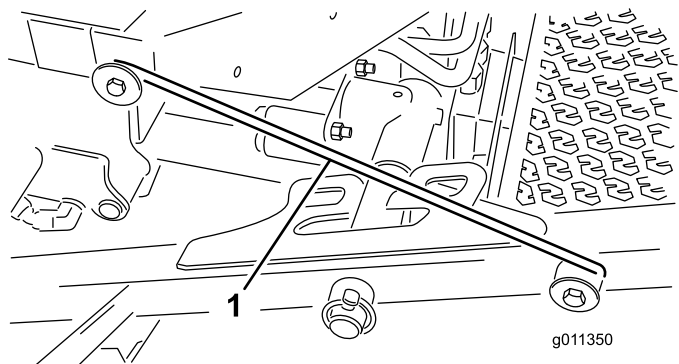

Figura 7
4. Desenganche la varilla de bloqueo (Figura 7) del enganche del bastidor de tiro delantero.
5. Levante la parte exterior de las carcasas de corte delanteras y coloque la varilla sobre el perno del bastidor montado en la parte delantera de la plataforma del operador (Figura 7).